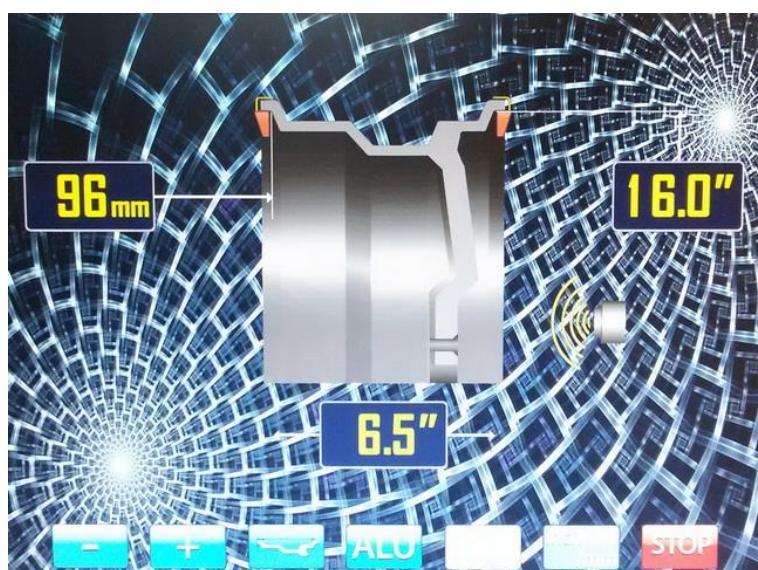

Рис. 10.2.
При включении питания СБ автоматически устанавливается исходный параметр « b », записанный в памяти СБ, который можно проконтролировать, нажимая кнопку A, d, b (кнопка 3 на рис.10.2.)
11.2. Данная модель СБ снабжена устройством, позволяющим автоматически вводить диаметр колеса и дистанцию до колеса. Для этого необходимо, взявшись за рукоятку, вытянуть из корпуса СБ штангу ввода параметров, подвести палец на конце рукоятки к месту установки корректирующих грузов на внутренней стороне диска (см. рис. 10.1) и удерживать штангу в этом положении до появления звукового сигнала, после чего возвратить штангу в исходное положение. При этом экран основного рабочего режима сменится на экран ввода геометрических параметров колеса (рис10.2). В левом верхнем окне отображается введенная дистанция в мм до плоскости установки балансировочных грузиков с внутренней стороны диска колеса. В правом верхнем окне отображается введенная величина диаметра диска колеса. В нижнем окне отображается ширина диска колеса. В правой части экрана появится изображение УЗ датчика (рис.10.2).
дистанции от корпуса СБ до колеса, если требуется их ручная коррекция. Переключение кнопок «-» и «+» для коррекции диаметра и дистанции осуществляется кнопкой A, d, b (кнопка 3 рис.10.2), при этом корректируемая величина выделяется красным цветом,
. Введите геометрические параметры колеса как описано в п. 11.2 или 11.4. На экране ввода геометрических параметров отображается стандартная балансировка грузами на пружинках (рис.10.2.).